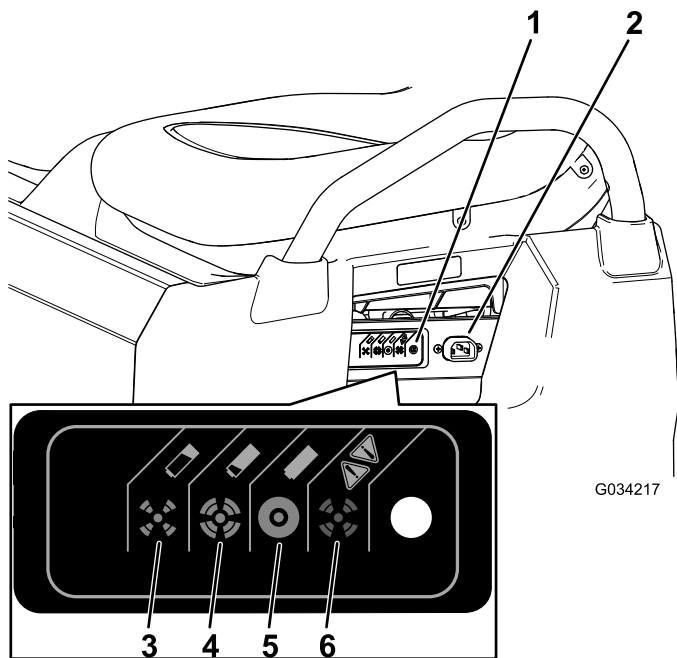

Bild 36
- Schließen Sie ein **16er (oder dickeres) 2,5 m oder kürzeres Ladekabel** an der Ladesteckdose der Maschine an (Bild 36).
In der folgenden Tabelle und in Bild 36 finden Sie Informationen über die Bedeutung der verschiedenen Farben der Statuslampe am Ladegerät.